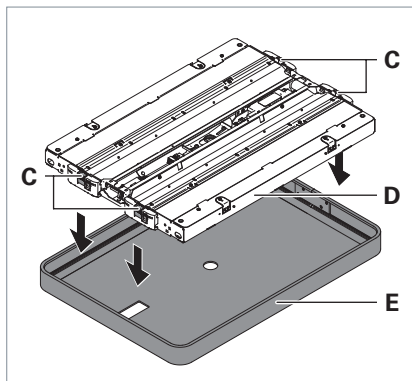

Fig. 7: Montaggio dello schermo.
- Collocare dall'alto il telaio dell'apparecchio **D** nello schermo **E** finché lo schermo non si è incastrato in tutti i ganci **C**, vedi Fig. 7.